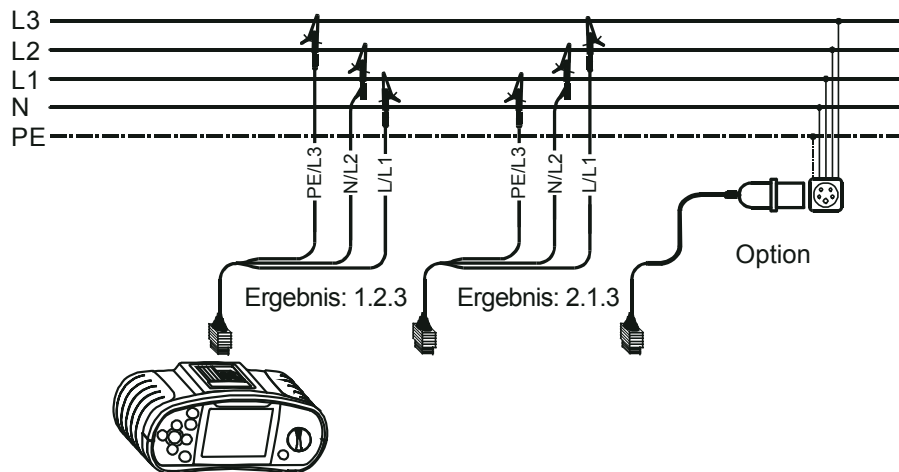

Abb. 5.37: Anschluss des Universalprüfkabels und des optionalen Dreiphasenkabels
**Schritt 2** Befolgen Sie zur Prüfung der Phasenfolge den Anschlussplan in Abb. 5.37.